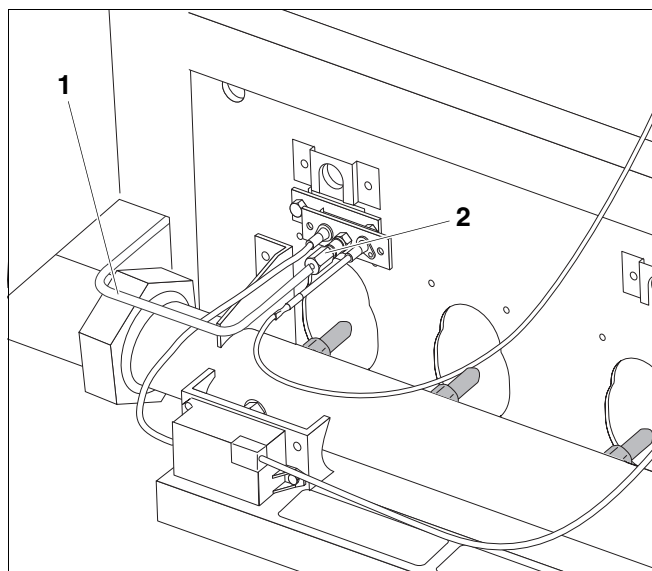

Рис. 28 Замена запальных форсунок
- Открутить трубку газа для розжига на запальной горелке и заменить запальную форсунку (рис. 28) на форсунку для нового вида газа.